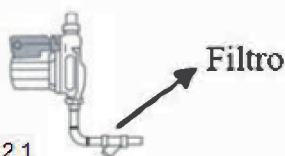

Fig. 2.1
- ☒ É obrigatória a instalação de um filtro na entrada da bomba, pois caso houver dano na bomba por resíduo provindo da água, o produto perderá a garantia. (Fig. 2.1)